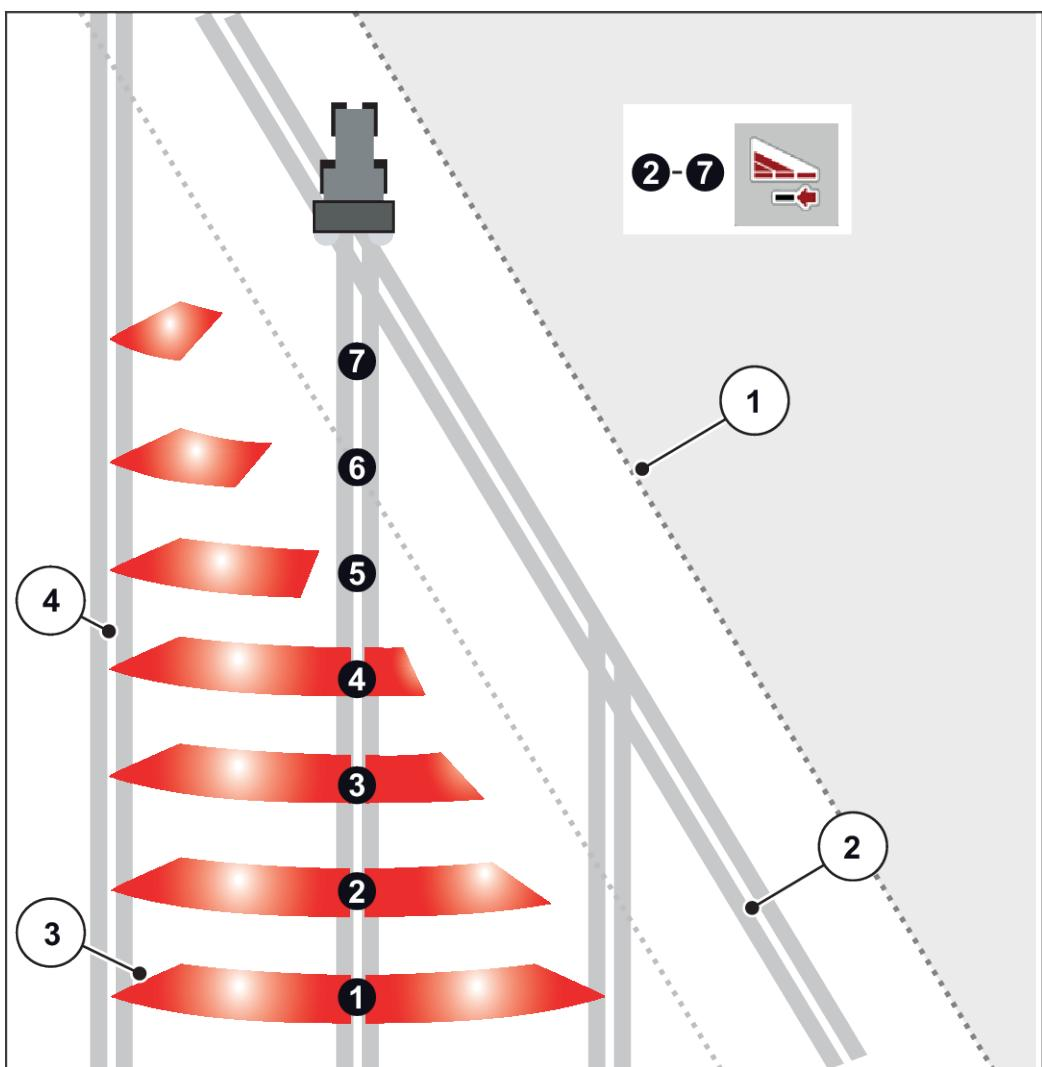

Fig. 41: Automatisk delbreddeaktivering
- Delbreddeaktivering er mulig udefra og ind eller indefra og ud. Se Fig. 41 Automatisk delbreddeaktivering.